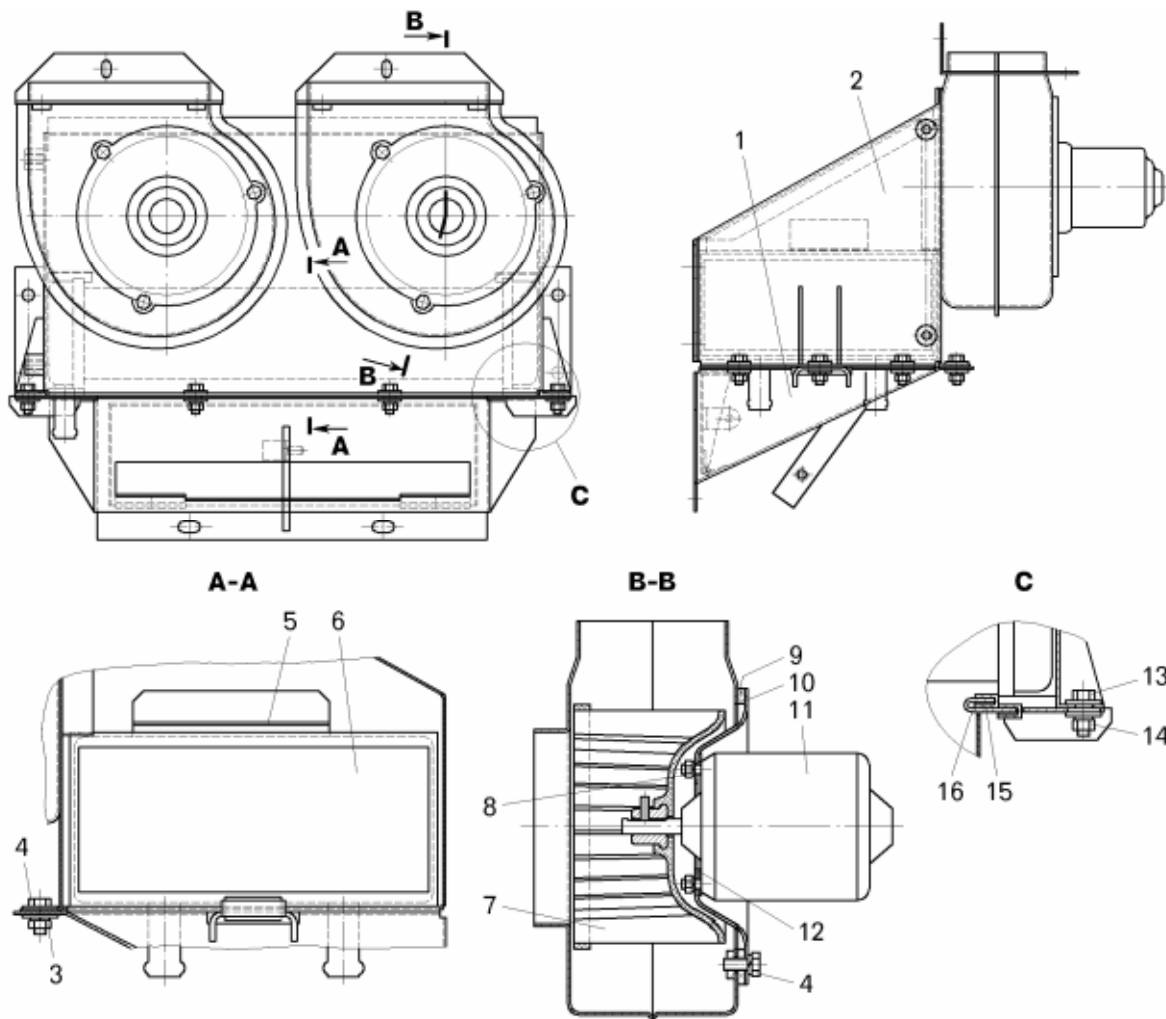

Рисунок 15.12 – Отопитель кабины:
– отвернуть гайки болтов 10 и снять кожух отопителя нижний 1 (рисунок 15.12);